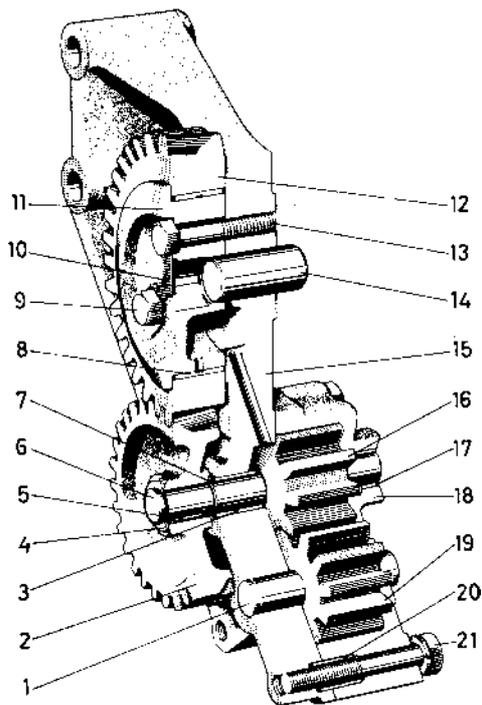

Fig. 58. Pompe à huile
1. Démontez le pignon intermédiaire (12, figure 58). Ce pignon est fixé par trois vis et monté sur une douille.
3. Enlever les vis de fixation (21, figure 58) du corps de pompe. Si le corps de pompe est coincé, se servir de deux vis de 5/16" » pour l'extraire.
Contrôler le carter du point de vue rayures et usure, ainsi que le joint d'étanchéité et le corps de pompe. En cas de fuite, les surfaces de ces pièces deviennent noires. Il ne doit y avoir aucune trace de rayure provoquée par l'usure. De petites défauts peuvent être corrigés avec du papier émeri. Remplacer les bagues dans le corps de pompe et la console au cas où le jeu radial entre l'arbre et la bague atteint 0,15 mm ou davantage. Réaliser les nouvelles bagues jusqu'à obtenir un ajustement demi-tournant (16,02 à 16,03 mm). Avant l'alésage, fixer le corps de pompe sur la console de manière à bien centrer ces pièces avec les douilles de guidage (20, figure 58).
3. Monter l'arbre de commande avec son pignon sur la console et monter le circlips (repère 7, figure 58).
4. Monter la clavette (repère 5) et enfoncer le pignon de commande (16). Monter le circlips (4).
5. Monter le pignon entraîné (19) et le corps de pompe. Visser le corps de pompe sur la console. Vérifier en tournant la pompe à la main.